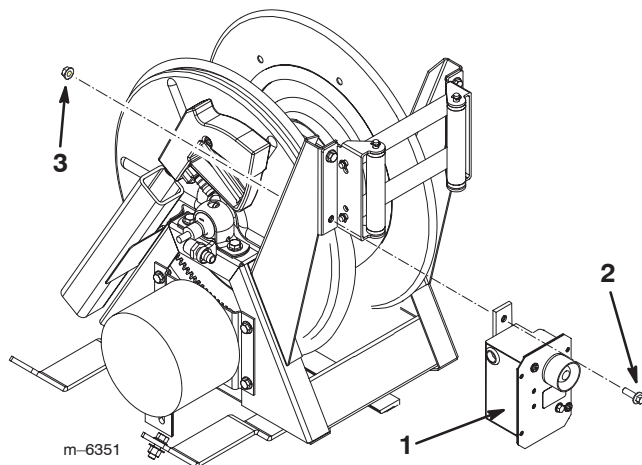

Figure 4
6. Retirez et mettez au rebut le boulon et l'écrou de fixation du support de roulement inférieur interne sur le dévidoir. Fixez ensuite le boîtier électrique dans ce trou (Fig. 4) au moyen d'un boulon à embase (5/16 x 1 pouce) et d'un écrou à embase (5/16 pouce).